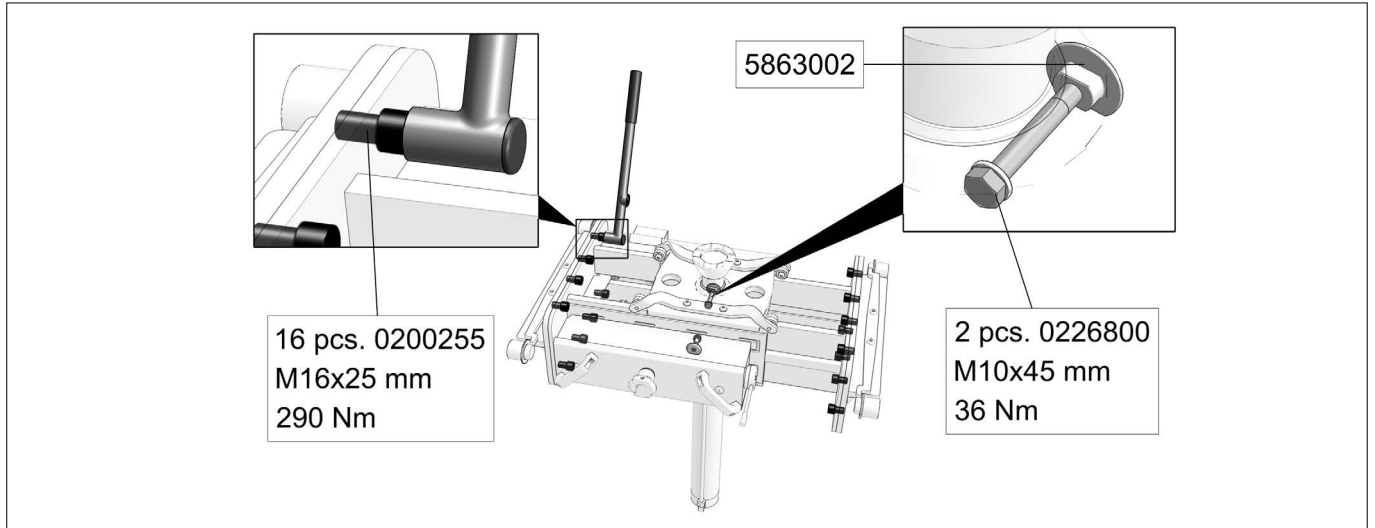

Fig.51
- Réglage du cadre, serrage des attaches et des boulons de suspension (Fig.51).
- Ramens justering och spänning av lås och upphängningsbulta (Fig.51).
- Asiantuntijan on tarkastettava rungon säädöt ja lukkojen sekä kiinnityspulttien kireys (Fig.51).
- De afstelling van het frame en het aanhalen van de vergrendelingen en de ophangingsbouten (Fig.51).
- Estado del bastidor y ajuste de los seguros y tornillos de los brazos de apoyo (Fig.51).
- Justering og bespænding af låse og ophængsbolte (Fig.51).
- Adjustment of frame and torque setting of locks and support screws (Fig.51).
- Ausrichtung des Rahmens, fester Sitz der Sicherungsschrauben und Schrauben für die Aufhängung (Fig.51).
- Проверка юстировки рамы и затяжки стопоров и крепежных болтов (Fig.51).
- Regolazione del telaio e regolazione della coppia di serrature e viti di supporto (Fig.51).